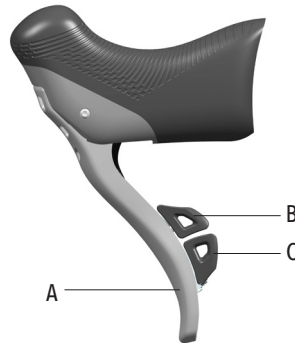

Fig.7
- A - Levier de frein (Fig.7)
- B - Levier supérieur (Fig.7)
- C - Levier inférieur (Fig.7)
L'actionnement du levier A (Fig.7) détermine le fonctionnement du frein : vérifier, en actionnant chaque poignée, à quelle roue correspond l'actionnement en question.